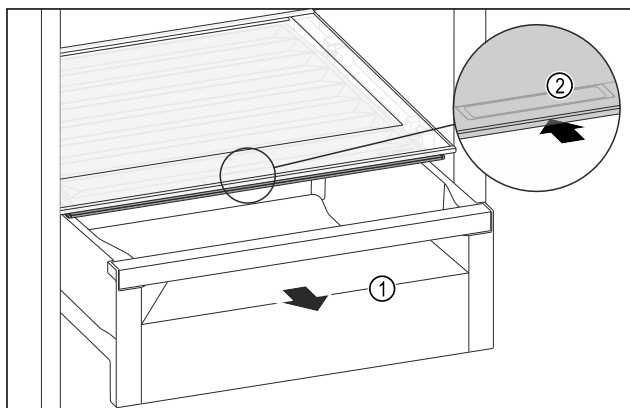

Fig. 146
- Tõmmake sahtel Fig. 146 (1) välja.
- Haarake laekakaanel haardesüvendist Fig. 146 (2) ja lükake laekakaant samaaegselt tahapoole.